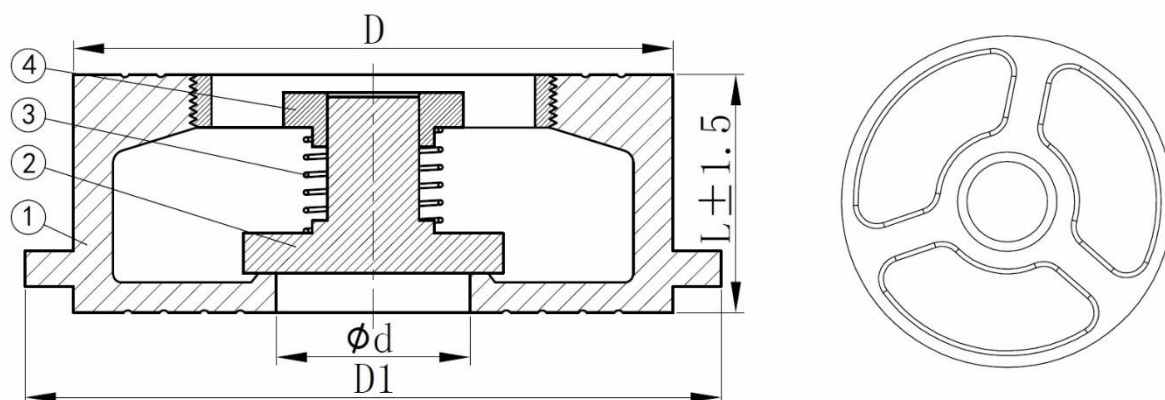

Рис.1 Клапан обратный осевой дисковый межфланцевый
Таблица №2. Спецификация материалов обратных клапанов (Рис.1)
3.1. Основные элементы конструкции клапана приведены в табл. №2 и на рис. 1.